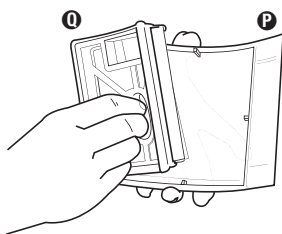

FIG. 16
**Step 2:** Remove filter frame **Q** from top filter cover **P** (FIG. 16).
**Paso 2:** Quite el armazón del filtro de la tapa **Q** del filtro de arriba **P** (FIG. 16).